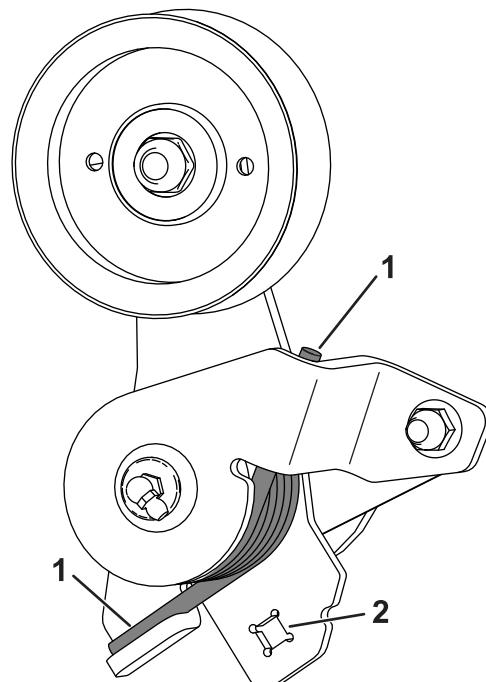

Figura 7
4. Instale los extremos del muelle tal y como se muestra en la Figura 7.
5. Con una llave de carraca de $\frac{3}{8}$ " en el cuadrado del brazo tensor, gire el brazo tensor e instale la correa alrededor de la polea tensora (Figura 7).